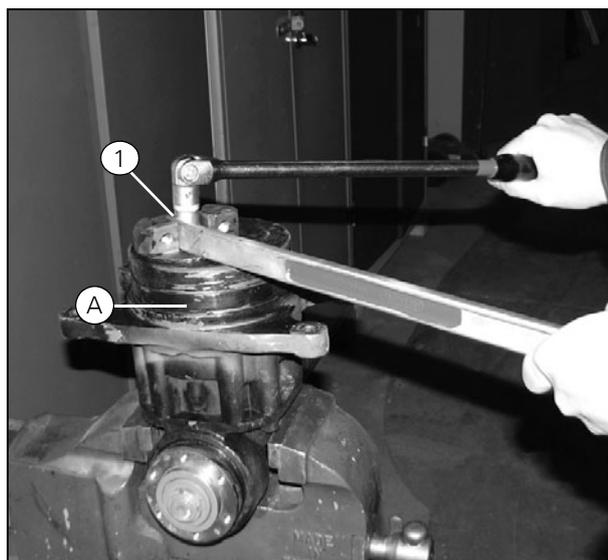

Рисунок 7
22. Нанесите Loctite 270 на болт (поз. 1) и затяните его моментом 360 Нм(Рис. 7).